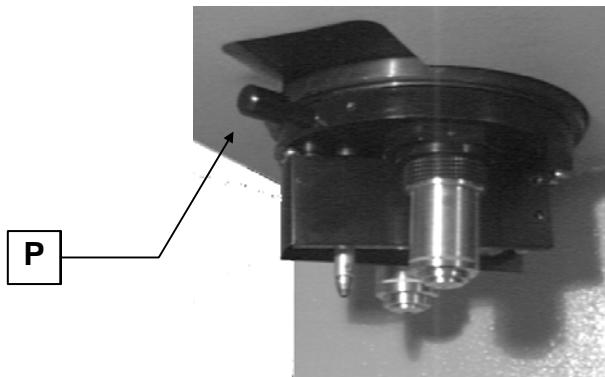

Рис. 14-6 Вращение турели объективов и индентера
- **фокусировка на образце:** используя маховичок P (Рис. 14-6), поверните турель объектива так, чтобы установился 10x объектив(2) ; используя маховичок V (Рис. 14-5), сфокусируйтесь на отполированной поверхности образца. После нахождения лучшей сфокусированной позиции, поверните турель объективов вновь для установки 40x объектива, убедившись, что не ударяете образец объективом или индентером. Сфокусируйтесь вновь, используя маховичок ручной подачи V. На этой фазе, вновь отрегулируйте интенсивность лампы- если необходимо- используя виртуальный регулятор (пункт 14.1.9), для обеспечения наиболее комфортабельных условий освещения образца.
(1) В первую очередь позаботьтесь о зеркальной поверхности образца для обеспечения того, чтобы поверхность и отпечаток, который будет сгенерирован на поверхности, могли быть правильно наблюдаемы. Дополнительно, если нет дополнительных трудностей, которые могут быть устранены использованием специальных устройств (как было указано в тексте), верхняя поверхность образцов (которая зеркально отполирована) должны быть насколько возможно плоской и параллельной опорной поверхности. Это, и фактически то, что образец правильно прикреплен, если необходимо, будет обеспечивать, что вся плоскость поверхности будет в фокусе наблюдения.
(2) Турель имеет три фиксированных (с кликами) позиций, которые соответствуют 10x объективу(короткий), индентеру и 40x объективу (длинный). Установленный элемент это тот, который в наиболее продвинутой позиции, т.е. самый близкий к оператору. Убедитесь, что турель точно в одной из 3 позиций, что подтверждается кликом при остановке прибора.
Используя обычный маховичок Р (Рис. 14-6) поверните турель для размещения измерительного объектива (обычно 40x) в рабочее положение (т.е. напротив оператора). Изображение отпечатка будет теперь в центре поля зрения, готовое к измерению.